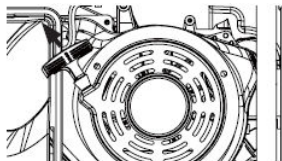

Figura 12 - Retroceso del tirador
6. Sujete firmemente y tire lentamente de la empuñadura de retroceso hasta que note que aumenta la resistencia. En ese momento aplique un tirón rápido mientras tira hacia arriba y ligeramente del generador (véase la figura 12).